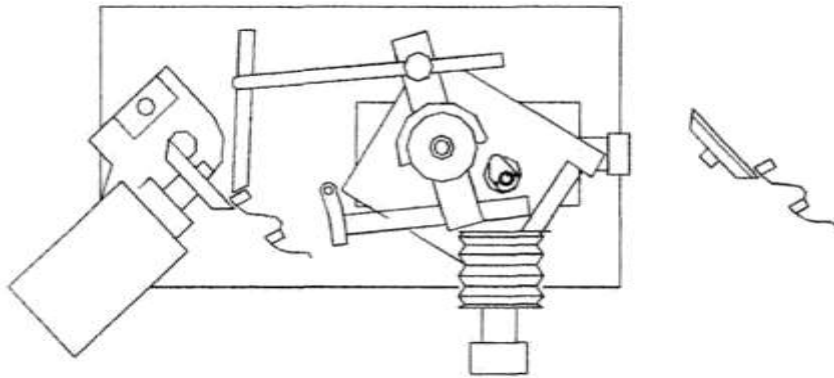

Рис. 9
7.1.5 Заточка по задней грани (см. рис. 9)
Настройка станка выполняется аналогично приведенным выше процедурам, см. рис. 9.